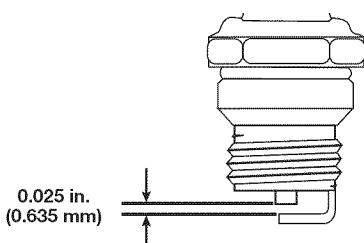

Fig. 28
- Cambie las bujías que estén rajadas, sucias o deterioradas. Fije la separación de aire a 0,635 mm (0,025 pulgadas) utilizando un calibrador (Fig. 28).